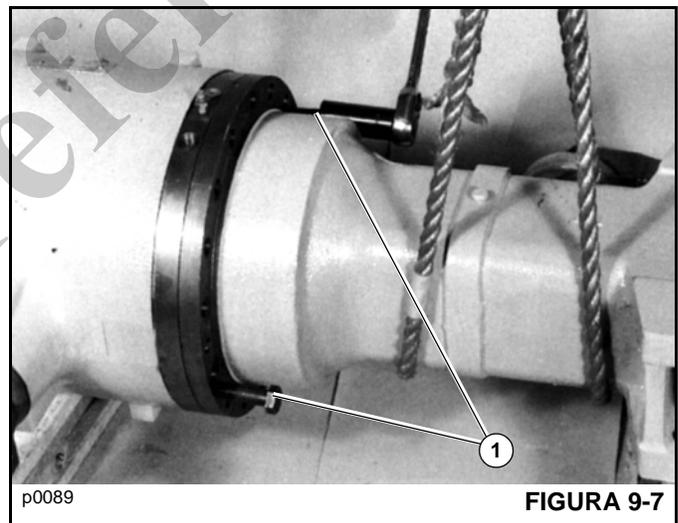

FIGURA 9-7
2. Remova o braço do eixo da cabeça de acionamento utilizando os parafusos de fixação da cabeça de acionamento (1) Figura 9-7. Remova todos os resíduos da junta de vedação das superfícies de contato.